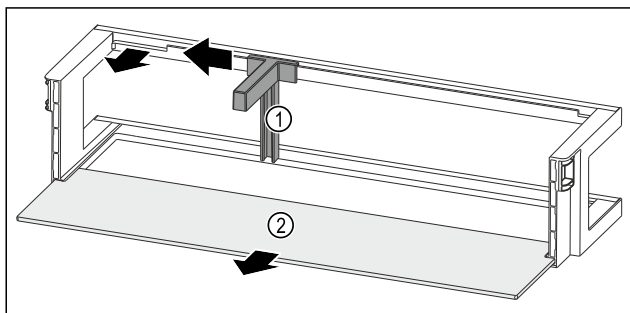

Fig. 92 带瓶托和搁板的门边存放架
- ▶ 将瓶托 Fig. 92 (1) 推至槽边。
- ▶ 取出瓶托 Fig. 92 (1)。
- ▶ 取出搁板 Fig. 92 (2)。